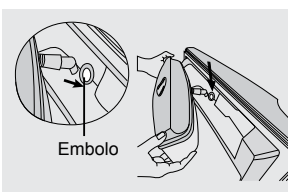

Figura 59
- Para colocar el tanque cerciórese primero en introducir el embolo en el orificio de la contrapuerta hasta que este haga tope con la puerta (figura 59).